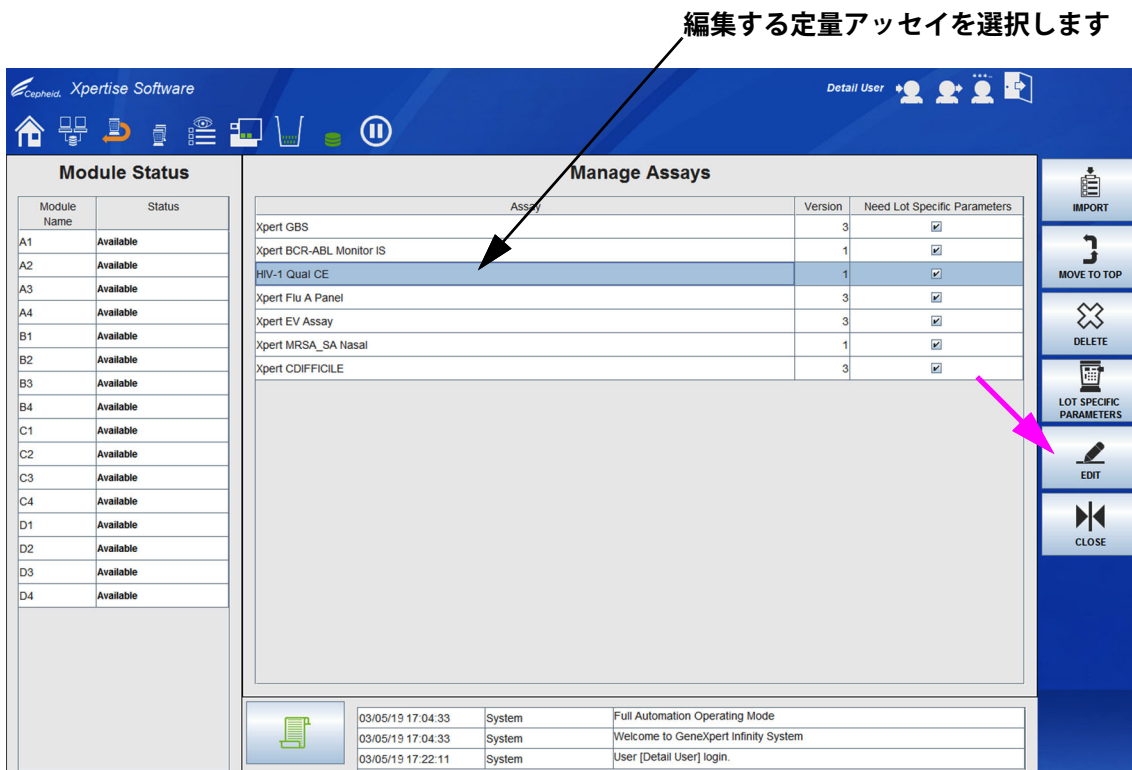
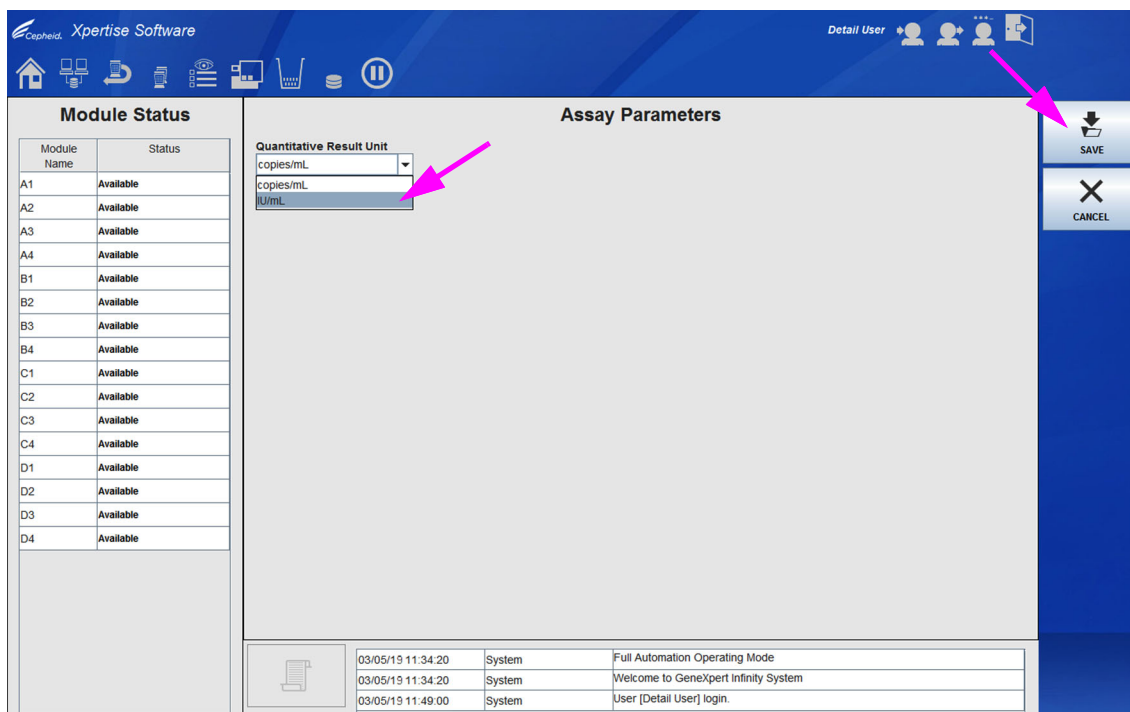
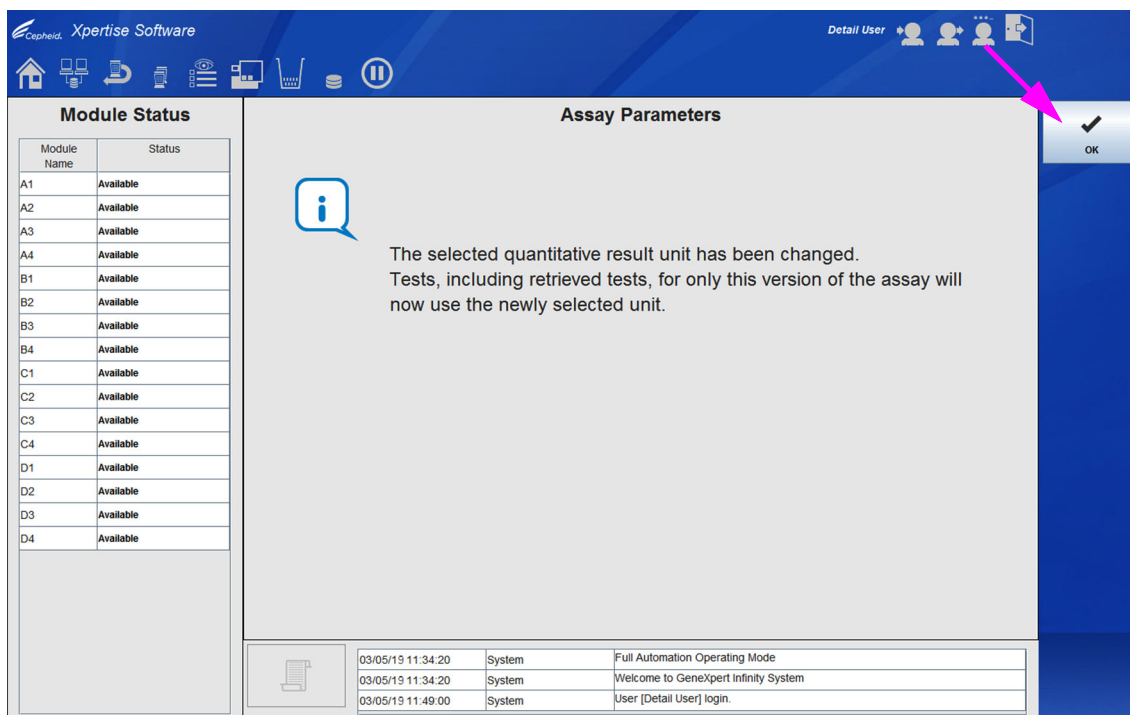

図 2-68. アッセイの管理ワークスペース、定量アッセイを表示
図 2-69. 定量結果ユニットドロップダウンを示すアッセイパラメータワークスペース
図 2-70. アッセイパラメータワークスペース、確認
1. アッセイの管理（Manage Assays）ワークスペース（図 2-68 を参照）で、アッセイリストで編集する定量アッセイの名前を選択してから、**編集（EDIT）** ボタンを選択します。アッセイパラメータ（Assay Parameters）ワークスペースが表示されます。図 2-69 を参照。
2. 定量結果の単位（Quantitative Result Unit）ドロップダウンを使用して、レポートやグラフに表示する単位を選択します。図 2-69 を参照。この例に示されている目的の単位 **IU/mL**（国際単位 / ミリリットル）または **コピー / mL**（DNA コピー / ミリリットル）を選択します。単位とデフォルトは、アッセイごとに異なる場合があります。
3. **保存（SAVE）** ボタンを選択します（図 2-69 を参照）。新しい定量結果ユニットが保存され、アッセイパラメータ（Assay Parameters）ワークスペースに、ユニットが変更されたことを示す確認メッセージが表示されます。図 2-69 を参照。
4. アッセイパラメータ (Assay Parameters) ワークスペース (図 2-70 を参照) で、**OK** ボタンを選択します。アッセイパラメータ (Assay Parameters) ワークスペースが閉じます。アッセイの管理 (Manage Assays) ワークスペースが表示されます。図 2-68 を参照。